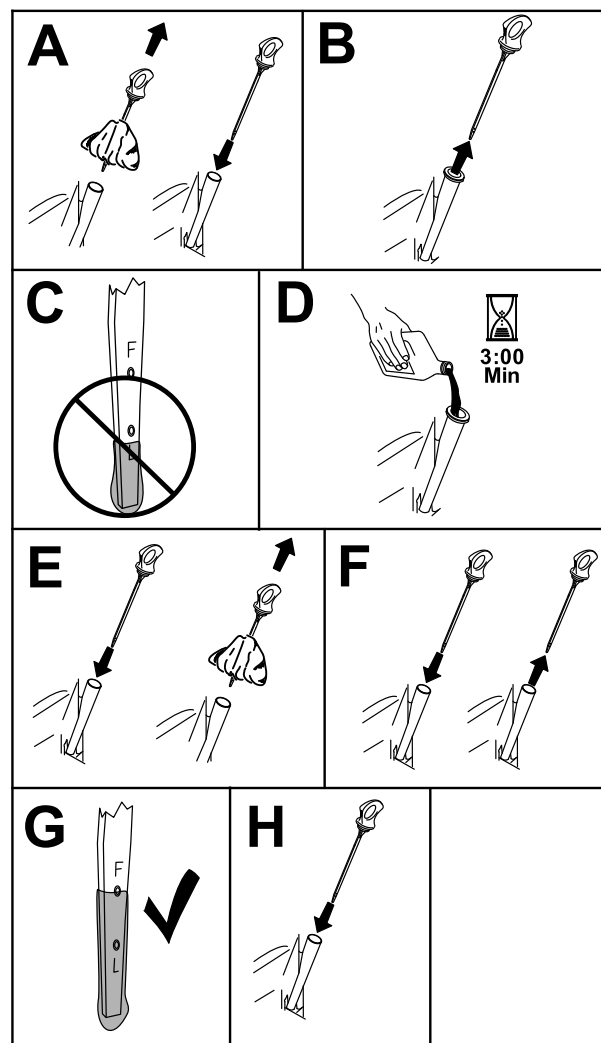

Bild 41
3. Reinigen Sie den Bereich um den Ölfüllstutendeckel bzw. den Peilstab vor dem Abnehmen, damit kein Schmutz oder Schnittgut usw. in den Motor gelangt (Bild 41).